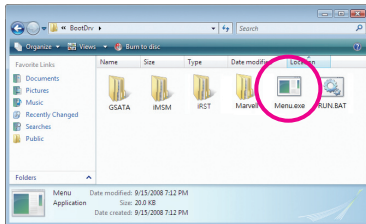
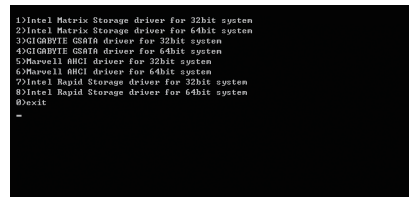

Figure 3
Figure 4
- 2: A partir de votre lecteur de disques optiques, double-cliquez sur le fichier **Menu.exe** dans le dossier **BootDrv** (Figure 3). Une fenêtre Commande d'invite similaire à celle dans Figure 4 apparaîtra.
- 3: Insérez la disquette vierge formatée. En fonction du système d'exploitation à installer, sélectionnez le pilote du contrôleur en appuyant sur la lettre correspondante dans le menu et appuyez sur <Enter>. Par exemple, dans le menu de la Figure 4,
- Pour le Intel P55, sélectionnez **7) Intel Rapid Storage driver for 32bit system** (7) Pilote de stockage Intel Rapid pour système 32-bit) pour le système d'exploitation Windows 32-bit.
- Pour le GIGABYTE SATA2, sélectionnez **3) GIGABYTE GSATA driver for 32bit system** (3) Pilote GIGABYTE GSATA pour système 32-bit) pour le système d'exploitation Windows 32-bit.